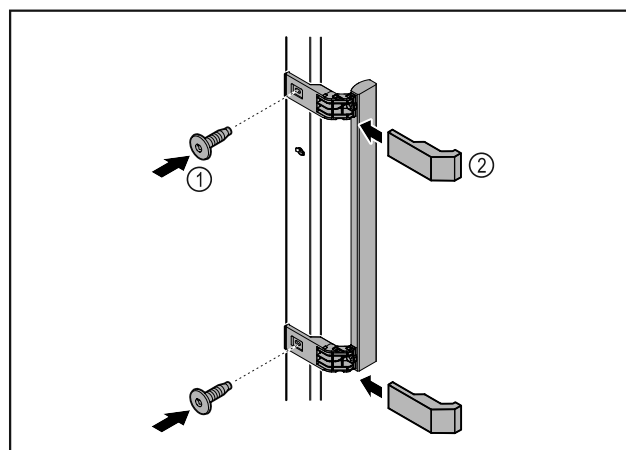

Fig. 7
► Meegeleverde greep met de meegeleverde schroeven Fig. 7 (1) op de deur aanbrengen.
► Afdekking Fig. 7 (2) plaatsen.